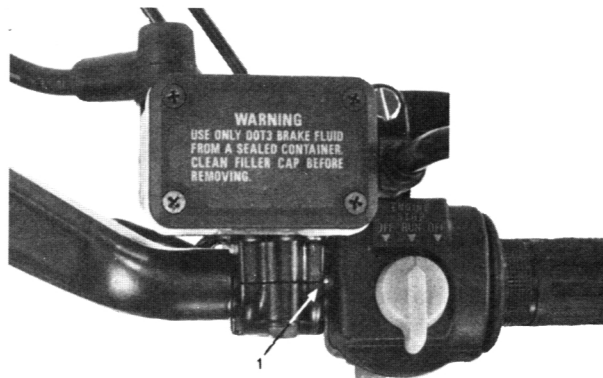

Bild 168
- Den Hauptbremszylinder so auf der Lenkstange montieren, dass das Halterende auf die Einkerbung ausgerichtet ist und der Kabeldurchlass nach unten weist (Bild 168).